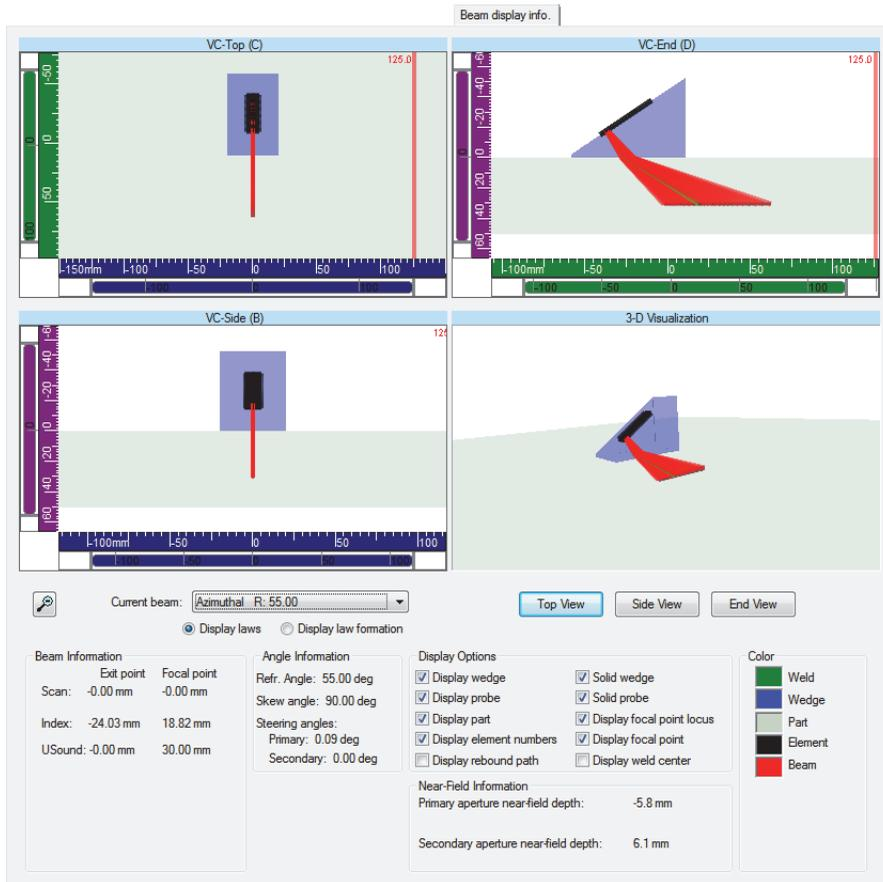

Figura 4-10 Exemplo da aba de informação de exibição de feixe no Calculator
- n)* Use as quatro visualizações e os parâmetros abaixo da visualização para validar os feixes calculados (Figura 4-10 na página 110).